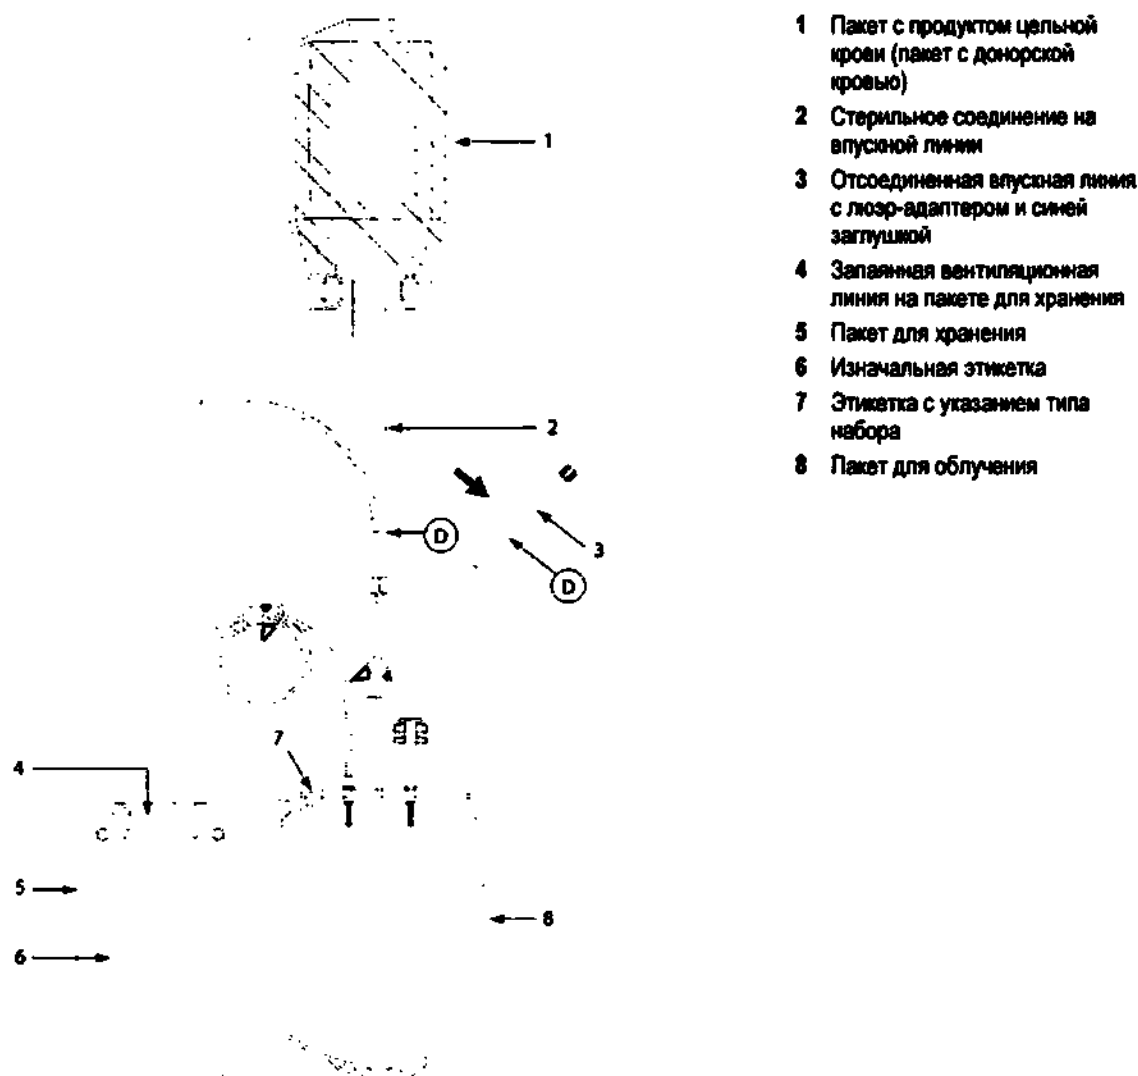

Рис. 3: Подсоединение пакета с продуктом цельной крови к впускной линии пакета для облучения
5. С помощью устройства стерильного соединения подсоедините пакет с продуктом цельной крови к впускной линии пакета для облучения (линия @) и удалите часть линии, на которой находится люэр-адаптер и синяя заглушка, как показано на Рис. 3. В данный момент не следует открывать стерильное соединение. (Перенос раствора рибофлавина и продукта цельной крови в пакет для облучения будут проведены одновременно при выполнении пункта 8.)
Примечание. На пакет для облучения должна быть нанесена следующая этикетка, указывающая тип набора и размещенная в положении, как показано на Рис. 3, элемент 7: